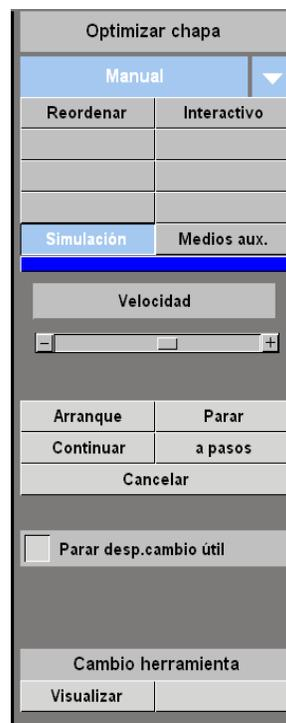

Figura 41: Simulación.
**4.5.3.5.2.Simulación:** Una vez definidos estos parámetros y optimizado, tenemos una opción, simulación, donde vemos en qué orden se van a realizar los troquelados, las reposiciones y los cambios de herramientas, según aparece en la figura 41.